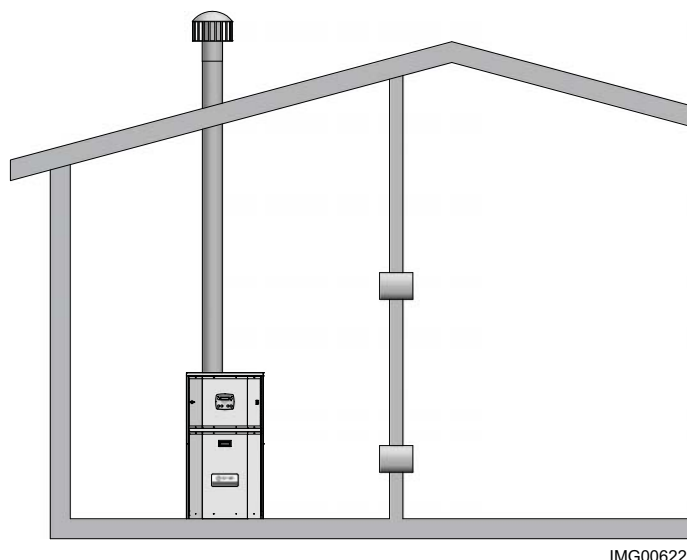

Figure 1-4_Air de combustion de l'espace intérieur
3. Si l'air est prélevé depuis un autre espace intérieur, chacune des deux ouvertures indiquées plus haut doit avoir une surface nette libre de un pouce carré par 1 000 Btu/hr (22 cm² par kW) d'entrée, mais pas inférieure à 100 pouces carré (645 cm²) (voir FIG. 1-4).